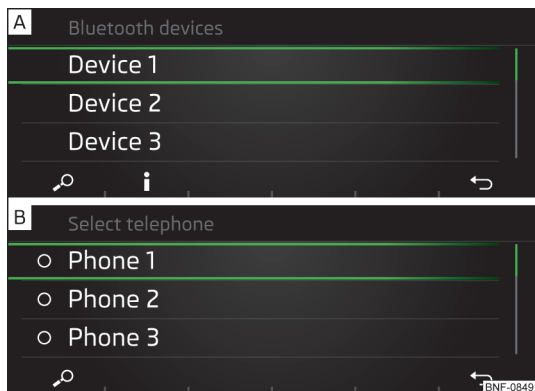

Fig. 110
- En la lista de los equipos Bluetooth® externos encontrados, seleccionar el teléfono deseado » fig. 110 - [A].
- Para **visualizar** las informaciones para la conexión con un equipo Bluetooth® externo, pulsar la tecla de función **i** » fig. 110 - [A].
- En la lista visualizada, seleccionar el teléfono » fig. 110 - [B] o el equipo Bluetooth® externos deseado » fig. 118 de la pág. 92 - [A].